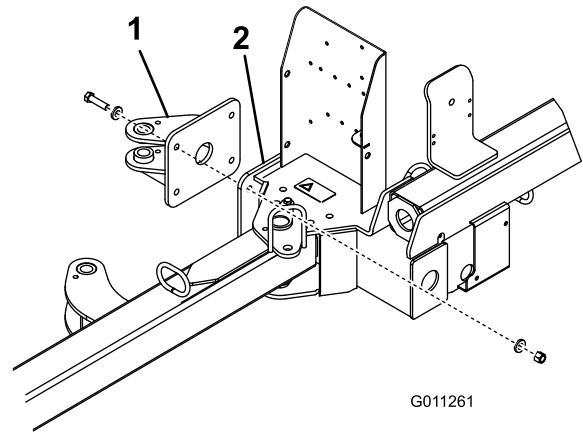

Bild 5
1. Befestigen Sie die hintere Aktuator Nase mit vier Schrauben (1/2" x 2"), acht Flachscheiben (0,531 x 0,063) und vier Sicherungsmuttern (1/2") am Rahmen der Kehrmaschine. Positionieren Sie die Teile, wie in Bild 5 abgebildet.